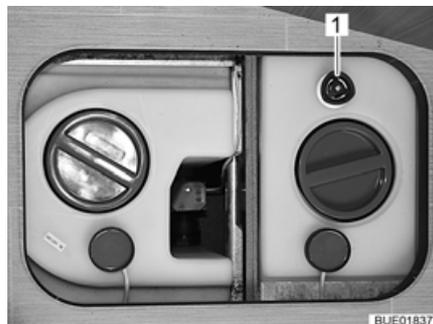

Bild 193 Wassertank mit Drehgriff
- Auf dem Wassertank den Drehgriff (Bild 193,1) entgegen dem Uhrzeigersinn über den Widerstand hinaus bis zum Anschlag drehen, um die Ablauföffnung vollständig zu öffnen.